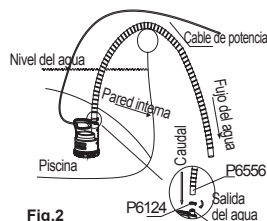

Fig.2
1. Conecte la manguera incluida a la bomba de drenaje ajustando la brida de la manguera. (Vea Fig. 2)